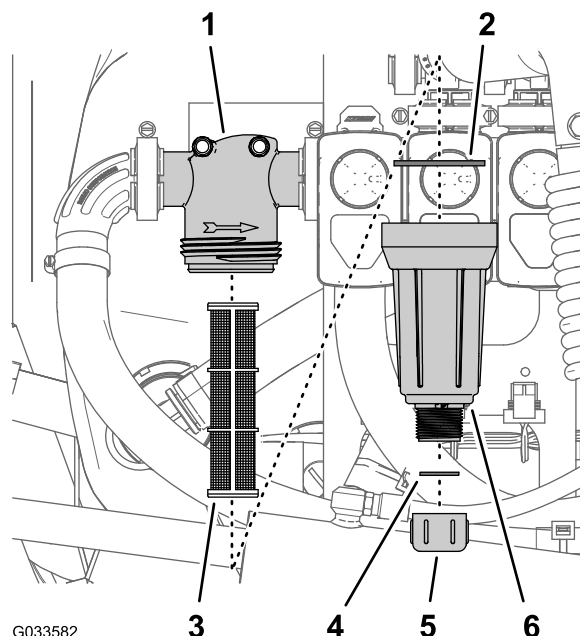

Figure 106
2. Placez un bac de vidange sous le filtre sous pression (Figure 106).
3. Tournez le bouchon de vidange dans le sens antihoraire et déposez-le de la cuvette du filtre sous pression (Figure 106).
4. Tournez la cuvette dans le sens antihoraire et déposez la tête du filtre (Figure 106).
5. Retirez l'élément du filtre sous pression usagé (Figure 106).
6. Contrôlez l'état et l'usure du joint du bouchon de vidange (à l'intérieur de la cuvette) et du joint de la cuvette (à l'intérieur de la tête du filtre) (Figure 106).
7. Montez le nouvel élément filtrant dans la tête du filtre sous pression (Figure 106).
8. Vissez la cuvette sur la tête du filtre et serrez-la à la main (Figure 106).
9. Vissez le bouchon de vidange sur le raccord au fond de la cuvette et serrez-le à la main (Figure 106).